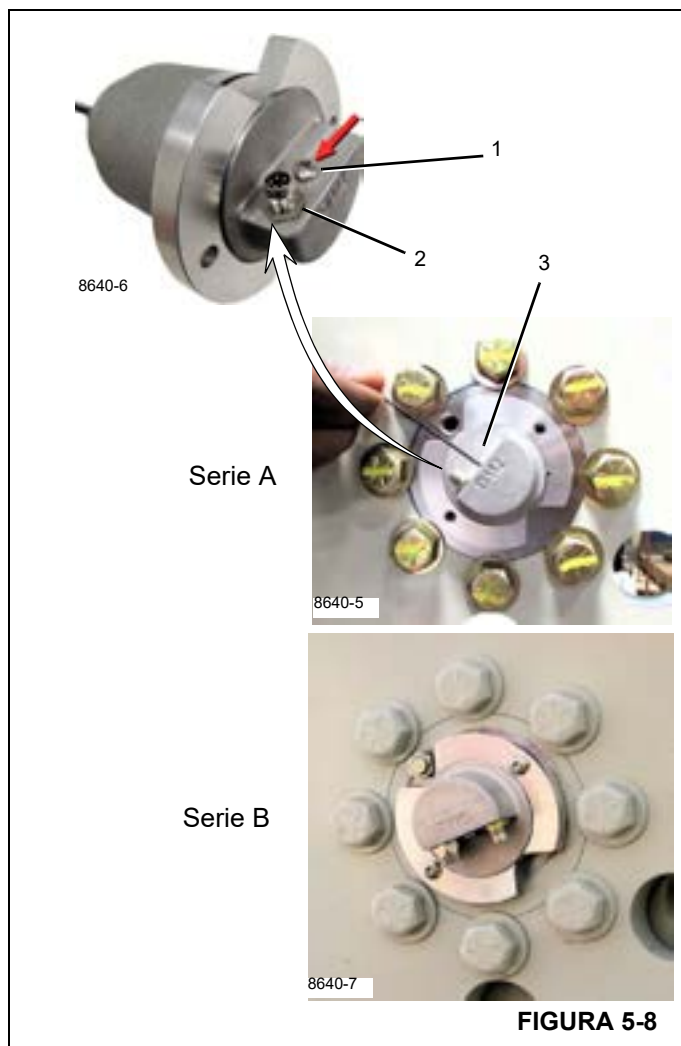

FIGURA 5-8
2. Desconectar la alimentación del MWI desconectando el cable del DRI (2, Figura 5-8).
3. Retirar el tornillo de la cubierta del botón de programación del Sistema de monitoreo de malacate (HMS) (1, Figura 5-8) en el DRI.
4. Presionar y mantener presionado suavemente el botón de programación (3, Figura 5-8) y retorne la alimentación al MWI volviendo a conectar el cable del DRI.
NOTA: Mantener presionado el botón durante más de 15 segundos pone el HMS en modo de envío en las unidades de la serie A. (Vea la Figura 5-8.) Vea Modo de envío para obtener información adicional.
NOTA: Si no se vuelve a instalar el tornillo de programación (1, Figura 5-8), se podría afectar el funcionamiento del MWI.
3. Retire el tornillo de la cubierta del botón de programación (1, Figura 5-8).